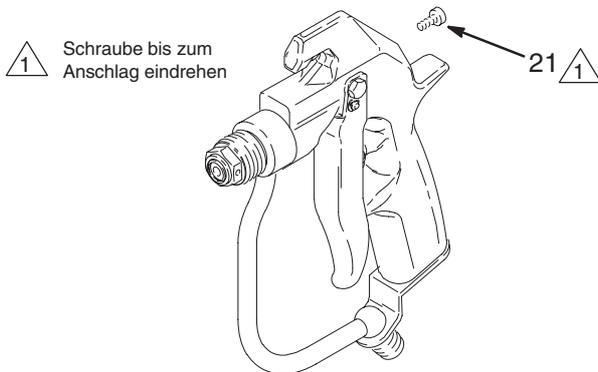

Abb. 21
- Die Federspannschraube (21) hinten in die Pistole einsetzen. Dann die Schraube bis zum Anschlag eindrehen. Siehe Abb. 21.